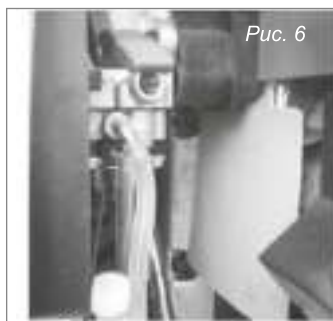

Рис. 7
5. Нажмите одновременно на рычаг газа 1 и предохранительный рычаг 4 так, чтобы рычаг газа прошел примерно ½ своего хода и заблокируйте его нажав на фиксатор 2. (Рис. 7)
8. После запуска переведите двигатель в режим холостого хода. Для этого нажмите на рычаг газа 1 (Рис. 7) и отпустите его. Фиксатор 2 (Рис. 7) при этом освободит от блокировки рычаг газа, рычаг газа встанет в положение холостого хода. Прогрейте двигатель на холостых оборотах в течение около 30-60 секунд.